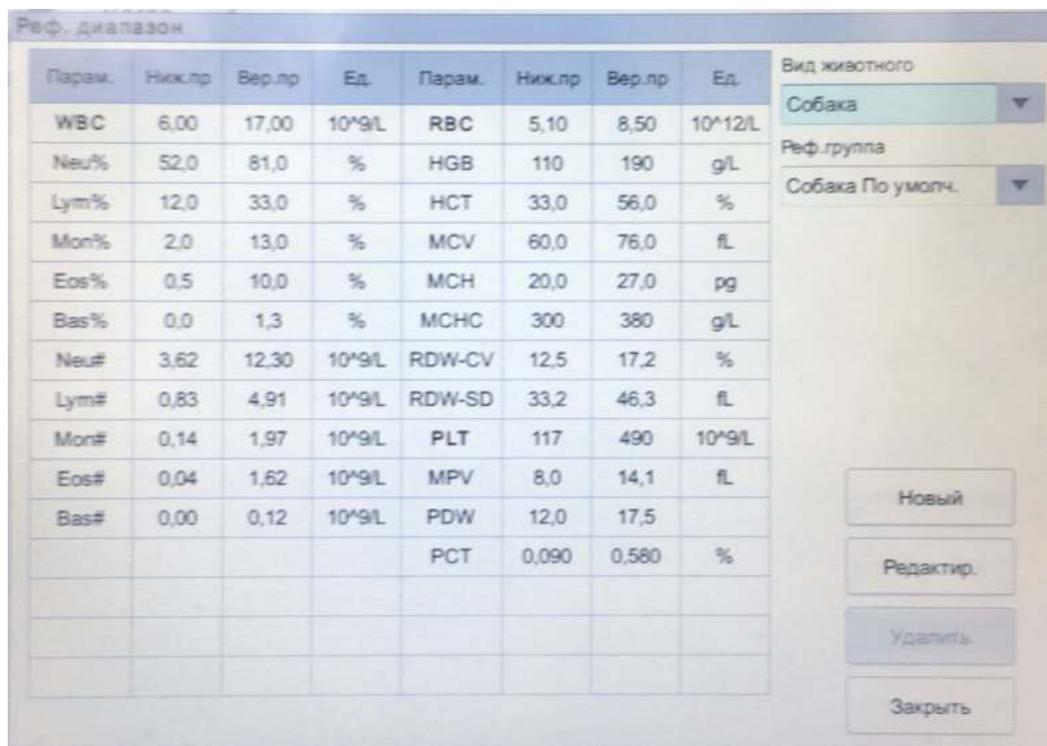

Рис. 3-19 Редактирование референсной группы
1. Выберите референсную группу и нажмите **Редактир.** (Редактировать) для перехода к интерфейсу, показанному на Рис. 3-19: